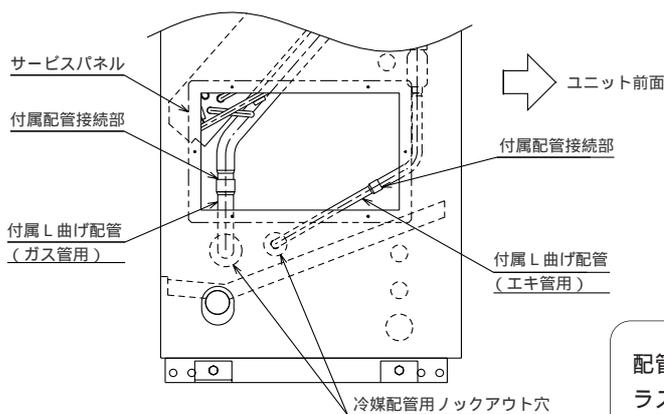
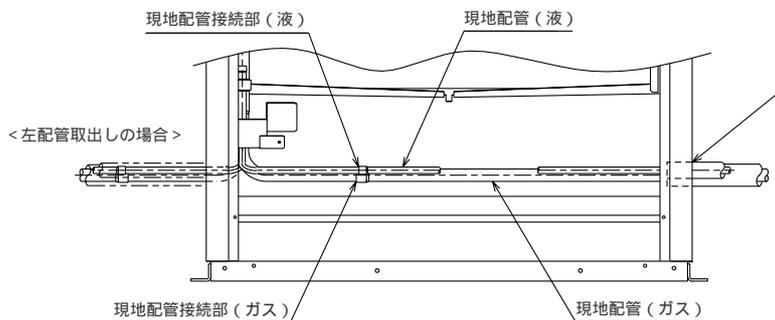

図1
図2
- (4) 図1・図2に示すように付属配管、現地配管をサービス点検口及び、前面からロウ付接続を行ってください。
- (5) 図2に示すようにパイプカバーを取付けてください。
- (6) サービスパネル、フィルター、吸込パネルを元通り取付けてください。